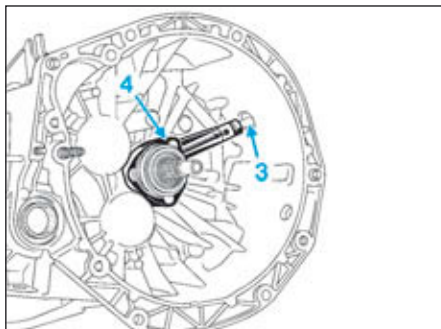

FIG.6
- Déposer la canalisation (3) (Fig.6).
- Déposer la butée d'embrayage (4).